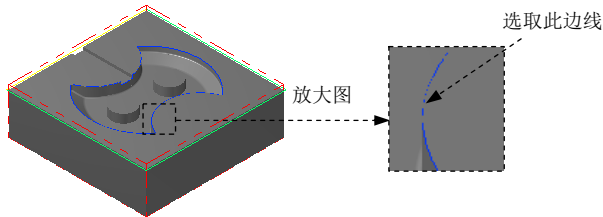

图 22.22 选取切削范围边线
(2) 设置加工边界。在 **边界范围** 区域中单击 按钮，系统弹出“串连选项”对话框。在图形区中选取图 22.22 所示的边线，单击 按钮，系统返回至“刀具路径的曲面选取”对话框。